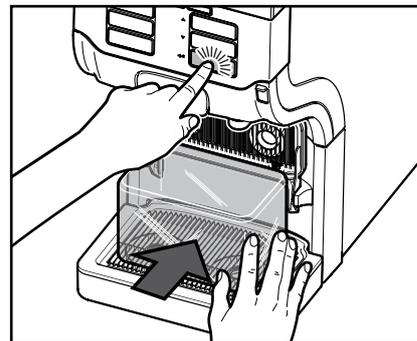

Fig. 47
5. Placez le récipient de nettoyage sous les deux sorties de produit et appuyez sur la touche d'entrée ← (fig. 47).